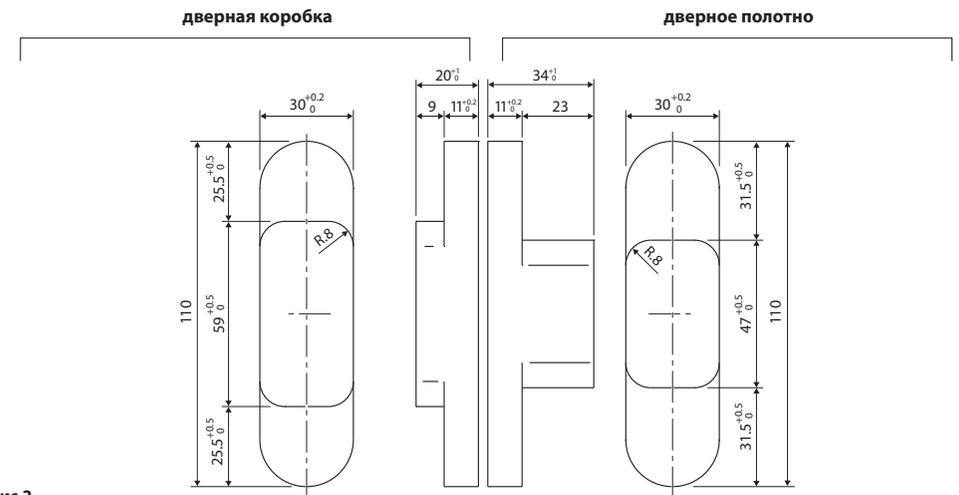
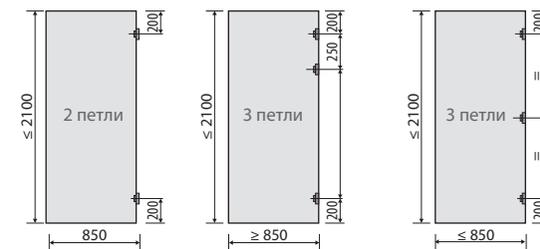

Рис.2
Рис.4
- 1) Сделайте разметку (Рис.2, Рис.4).